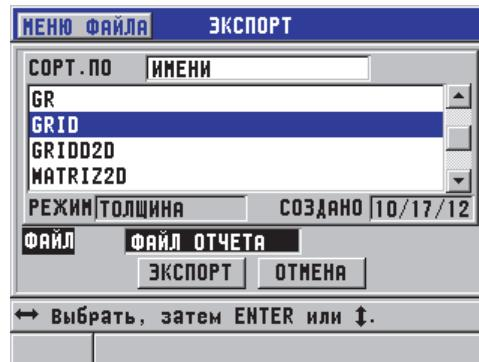

Рис. 11-2 Окно ЭКСПОРТ
4. В окне ЭКСПОРТ (см. Рис. 11-2 на стр. 208):